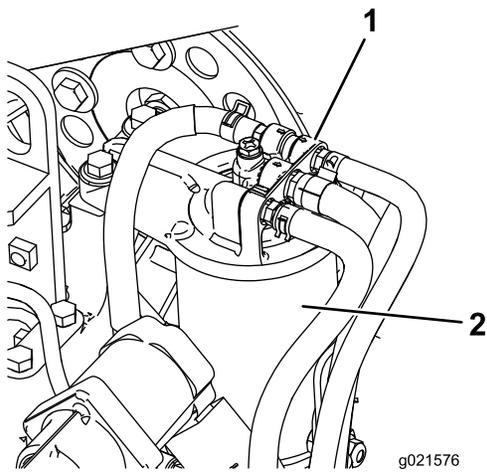

Figure 71
1. Nettoyez la surface autour de la tête du filtre à carburant (Figure 71).
2. Déposez le filtre et nettoyez la surface de montage de la tête du filtre (Figure 71).